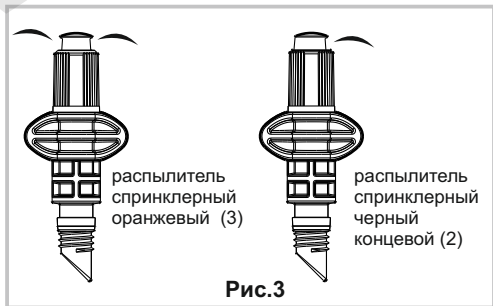

Рис.3
В отверстия на шланге вставьте: в первое и третье отверстие надставку с распылителем спринклерным концевым (2), а посередине надставку с распылителем спринклерным (3) и плотно установите в землю (Рис.3).